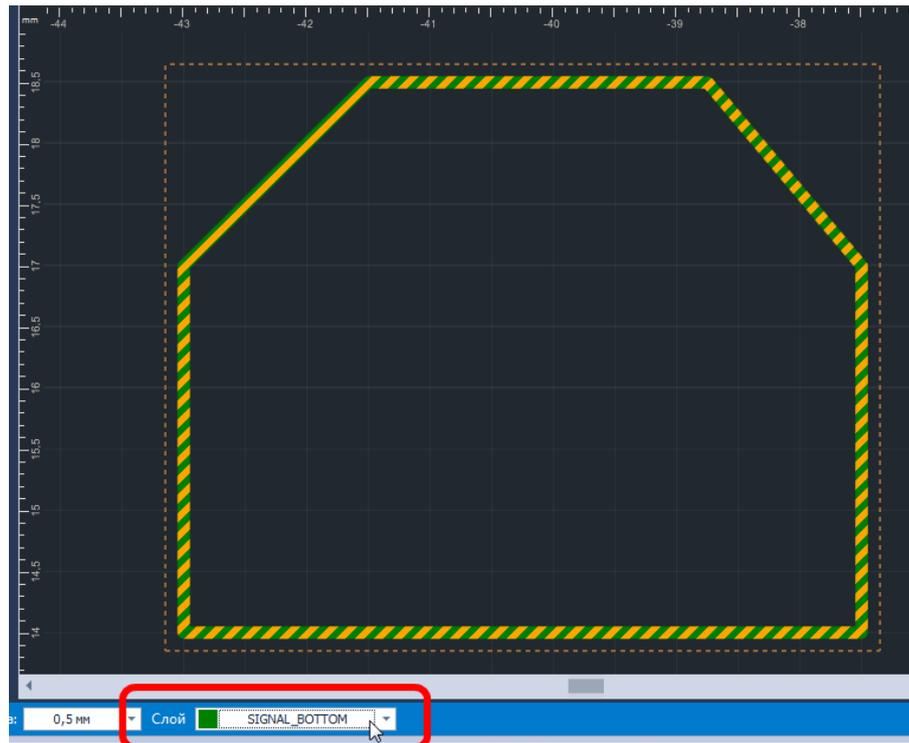

Рис. 130. Выбор границы области металлизации
1. Активировать слой, на котором должна быть размещена область металлизации и выбрать линию ограничивающую область, см. Рис. 130.